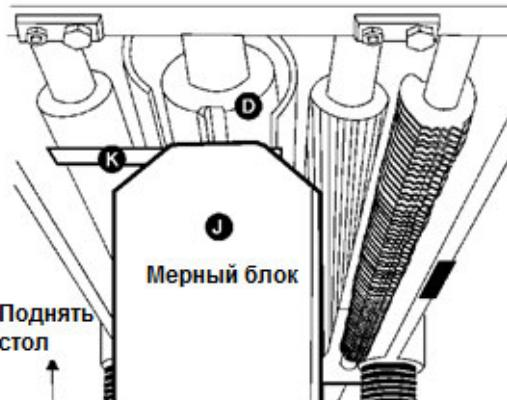

Рис. 27
3. Установите мерный блок (J, см. Рис. 27) на столе непосредственно под строгальным валом (D, см. Рис. 27). Используя щуп толщиной 0,5 мм (K, см. Рис.27), расположенный в верхней части мерного блока, поднимайте рабочий стол, пока нож не коснется щупа, когда нож находится в самом нижнем положении. Не изменяйте положение рабочего стола, пока не отрегулируете ролик разгрузки.